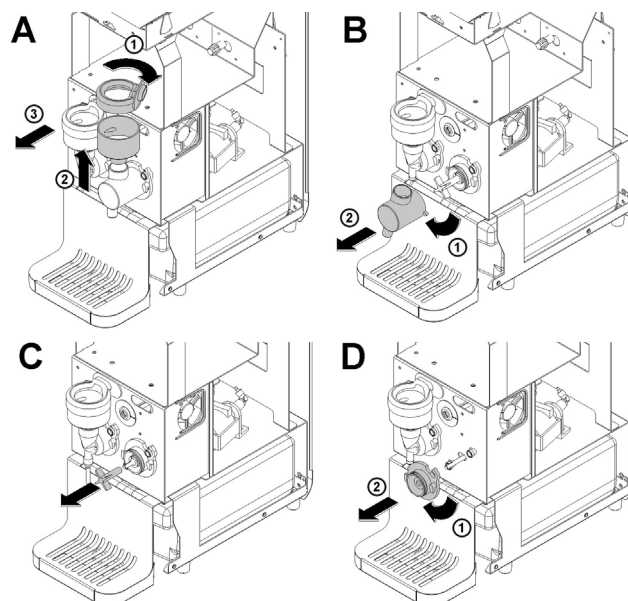

figura 8
- 5 Per smontare i miscelatori procedere come segue (vedere figura 8):